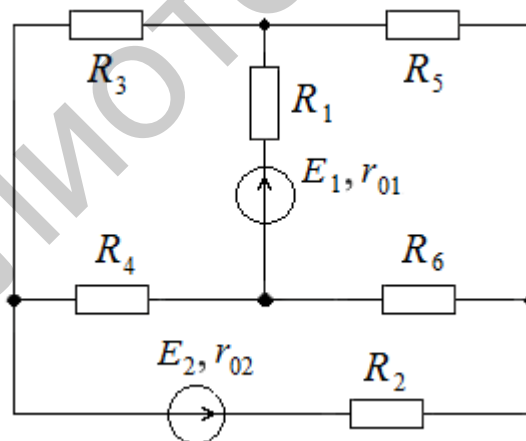

Рис. 100
33. Определить все токи методом контурных токов в электрической цепи (рис. 100), если $E_1 = 30$ В; $E_2 = 40$ В; $R_1 = 17$ Ом; $R_2 = 63$ Ом; $R_3 = 35$ Ом; $R_4 = 40$ Ом; $R_5 = 25$ Ом; $R_6 = 50$ Ом; $r_{01} = 3$ Ом; $r_{02} = 2$ Ом.